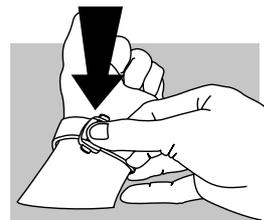

fig.2
**Fecho (fig. 2):** enfiar o relógio OMEGA no pulso e fechar a fivela até ouvir um clique.